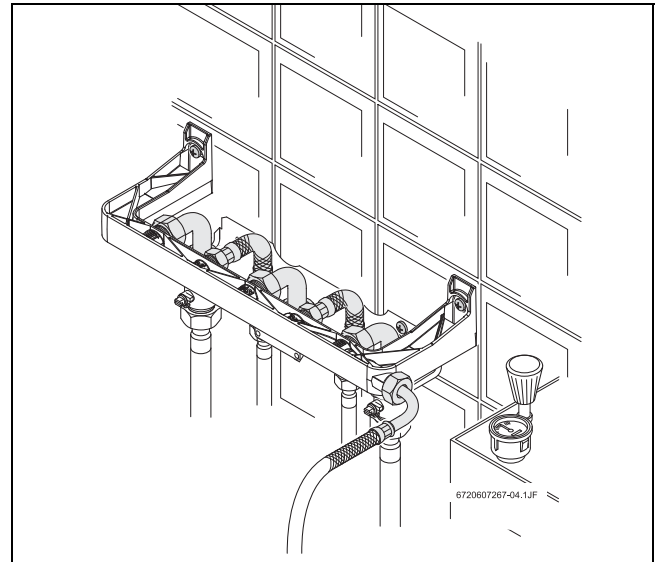

Рис. 21 Проверка на герметичность
► Проверить герметичность соединений (рис. 21).